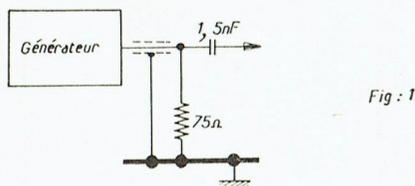

Fig. 1
- Générateur branché sur G1 de L5 suivant la figure 1.
a) **Générateur branché sur G1 de L6** (suivant la figure 1).
b) **Générateur branché sur point de mesure sélecteur M2** (suivant la figure 1).